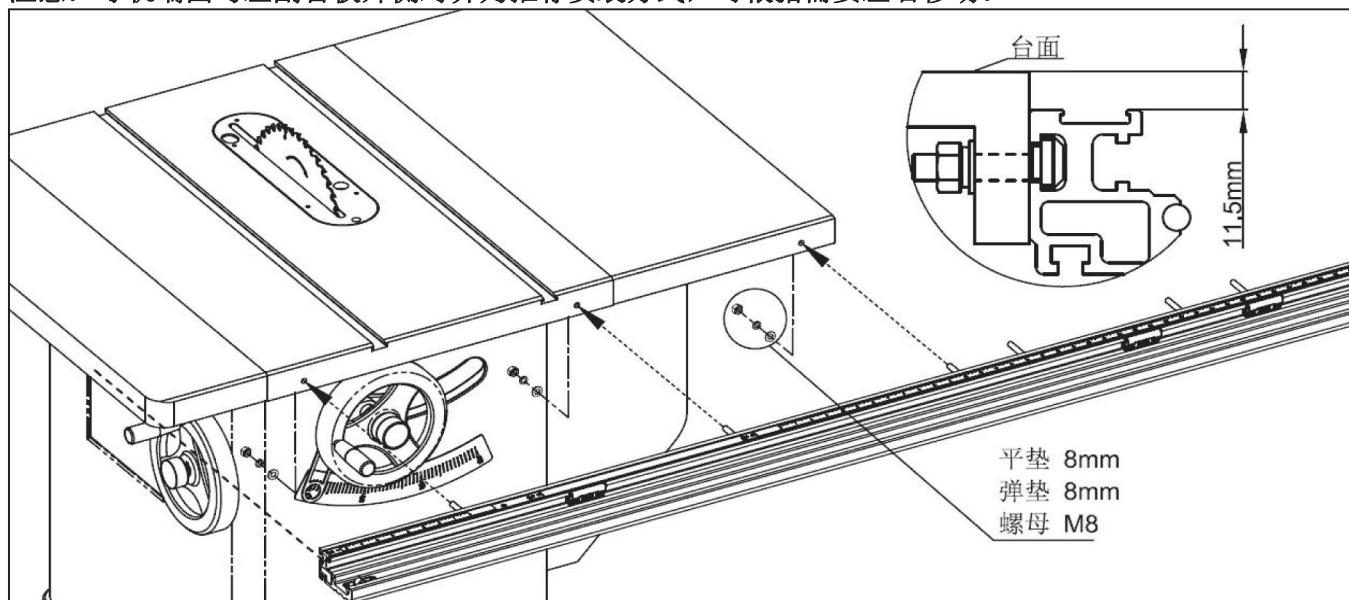

图 6-4
(2) 如图 6-4 所示, 安装前导轨组件, 预紧螺母。在确保导轨顶面距离台板工作面 11.5mm, 及导轨端面与左副台板外侧对齐的情况下锁紧。